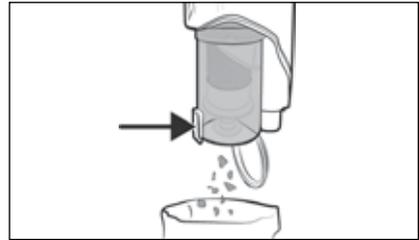

Fig. 16
- 1) Tenez le bac à poussière 7 dans une poubelle et appuyez sur la touche de déverrouillage du couvercle du bac à poussière 8. Le couvercle du bac à poussière 9 s'ouvre et son contenu est vidé dans la poubelle (voir fig. 16). Fermez ensuite le couvercle du bac à poussière 9.